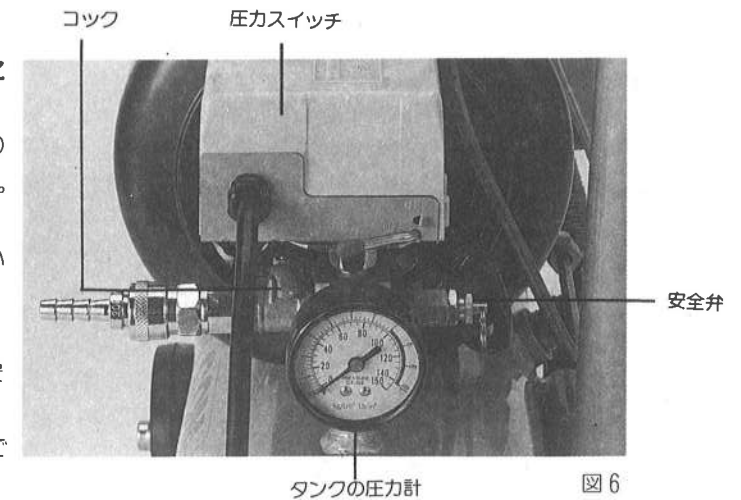

図6
- カブラの手前にコックがついています。出荷時はコックを閉めてありますのでご使用時には開いてご使用下さい。(図6参照)